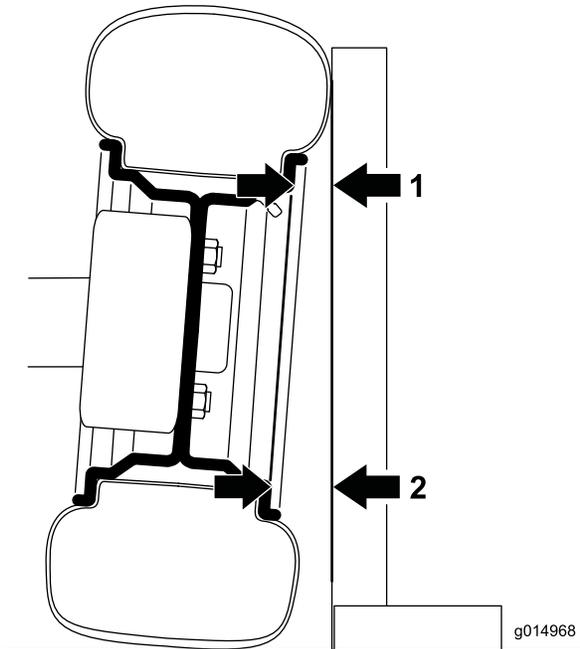

Figura 52
1. Per controllare l'inclinazione posizionate una squadra a 90 gradi sul terreno con il lato verticale a contatto con la parte anteriore dello pneumatico (Figura 52).
2. Misurate dalla stessa parte del bordo sulla parte superiore e inferiore dello pneumatico fino alla squadra (Figura 52).